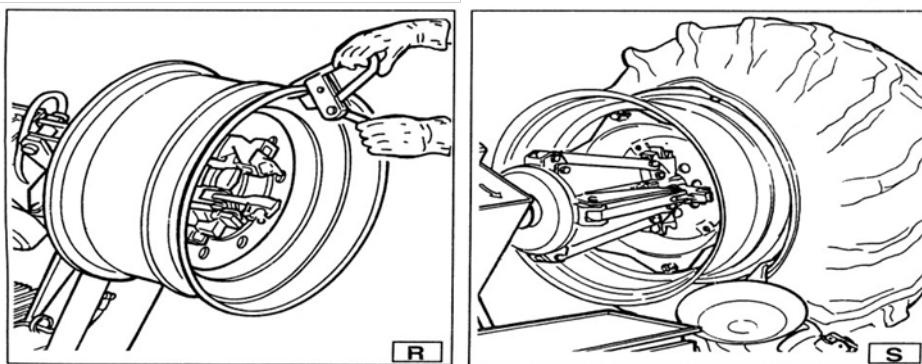

Bild 18
- 3) Fastna klinchpressen på fälgens högsta punkt (Bild 18/R). **Varning:** Försäkra att pressen är tätt fastnat på fälgen.
- 8) Rör monteringshuvudet framåt tills den röda signalpunkten är i linje med fälgens yttre kant och ca. 5 mm från den (Bild 18/S).